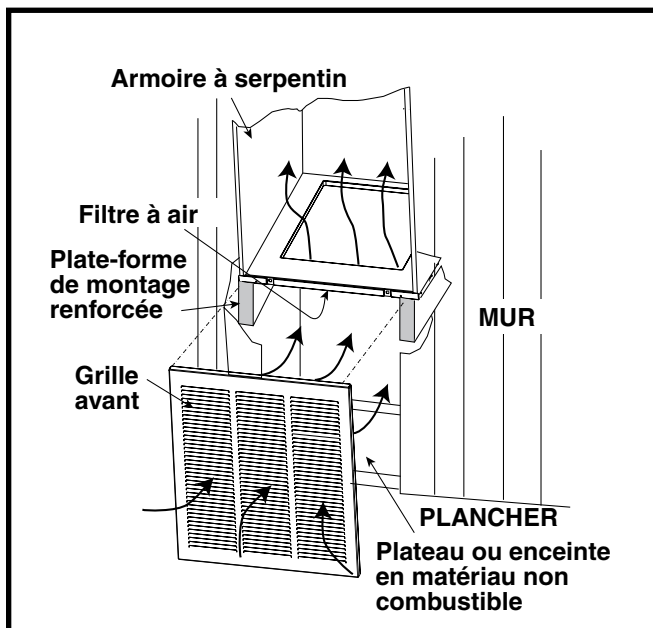

Figure 12. Système d'air de reprise au-dessus du plancher
1. Si le plancher sous la fournaise est en matériau combustible, disposez un plateau en matériau non combustible avec des rebords relevés de 2,5 cm (1 po) sous l'ouverture d'air de reprise la fournaise. Voyez la Figure 12 (page 9).
7. Installez préférablement la grille d'air de reprise dans le placard au même niveau que le support ascendant ou sous la plate-forme de montage. Voyez la Figure 12.